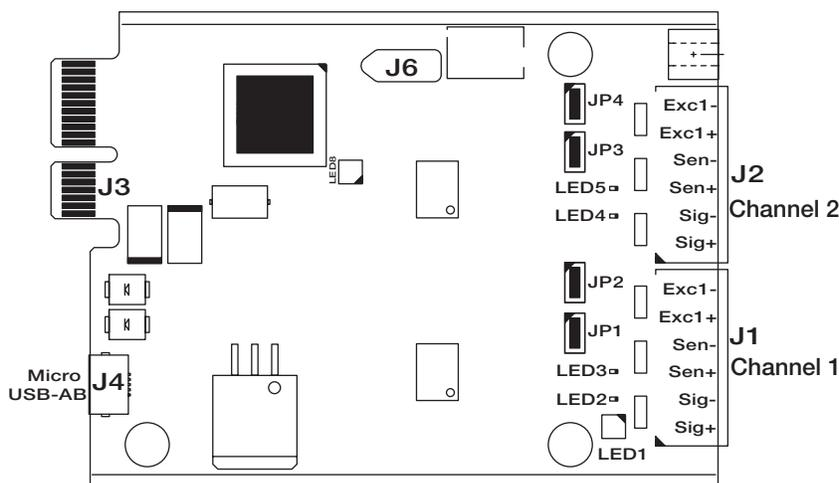

Imagen 2-30. Tarjetas A/D de uno y dos canales
3. Enchufe el conector en el canal correspondiente de la tarjeta A/D de la balanza (consulte la Imagen 2-30).